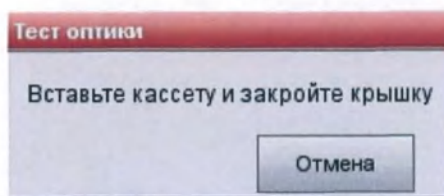

Рис.8-18 Вставьте кассету
- Вставьте кассету и закройте крышку (Рис.8-18).